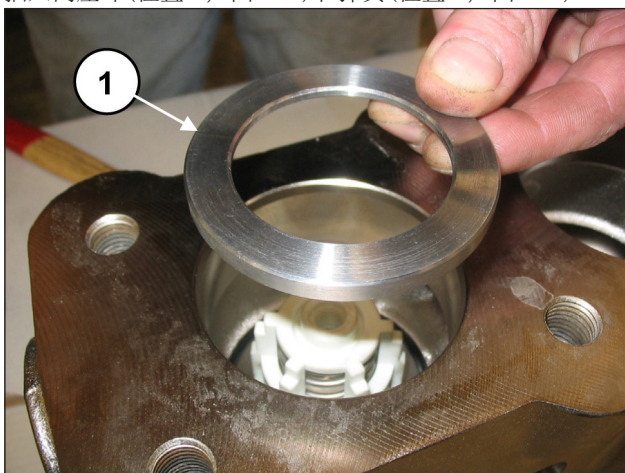
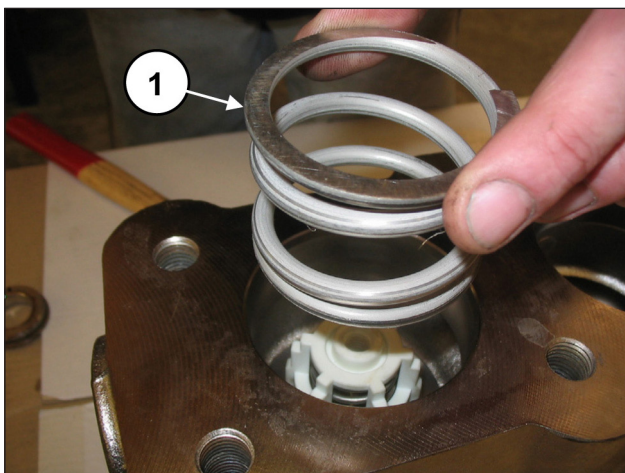

图 129
图 130
插入阀座环(位置①, 图 129)和弹簧(位置①, 图 130)。